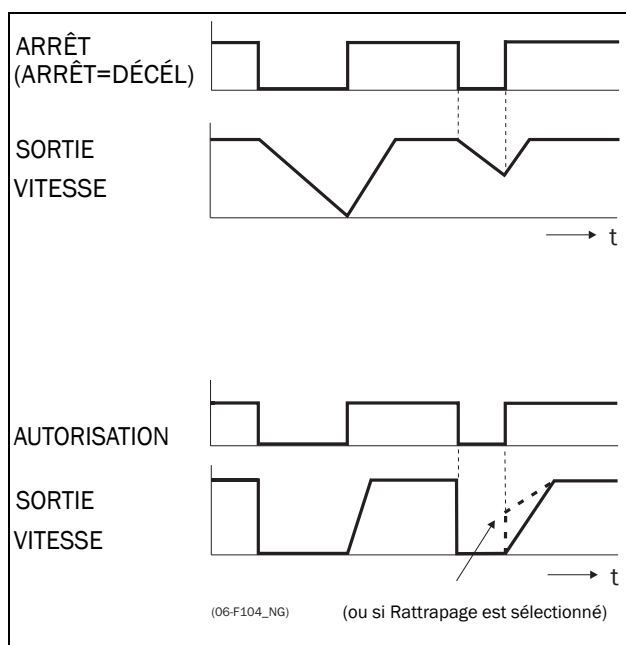

Fig. 57 Fonctionnement de l'entrée Arrêt et Autorisation
Si l'entrée est basse (LO), le convertisseur s'arrêtera suivant le mode d'arrêt défini via le menu [33B] Mode Arrêt. La Fig. 57 montre le fonctionnement des entrées Autorisation et Arrêt ainsi que du menu [33B] Mode Arrêt=Décél.